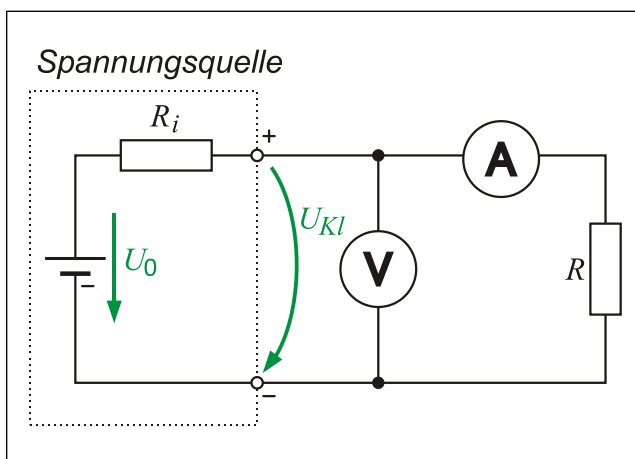

Bild 3: Zum Innenwiderstand von Spannungsquellen
Aufgabe 2: Für zwei verschiedene Spannungsquellen (*Batterie und nicht stabilisiertes Netzgerät*) ist bei Änderung des Verbrauchers R (*Schiebewiderstand*) die Klemmenspannung U_{kl} in Abhängigkeit von der Stromstärke zu messen und graphisch darzustellen (siehe **Bild 3**).
- Bauen Sie die Schaltung entsprechend **Bild 3** auf (*Verbraucher R : Schiebewiderstand 15Ω*) und stellen Sie den Schiebewiderstand R zunächst auf Mittelstellung.